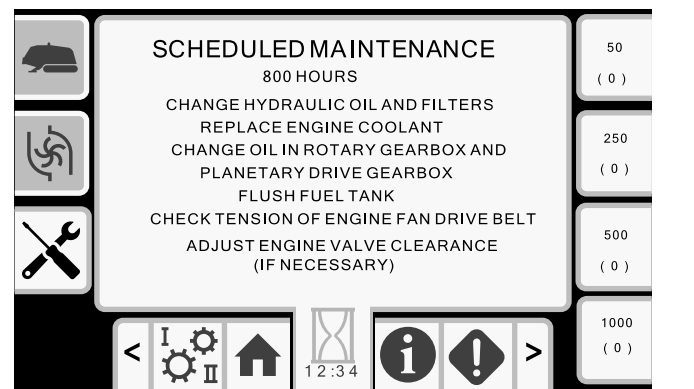

Figure 51
- Bouton 8 – calendrier d'entretien à 800 heures (Figure 51)